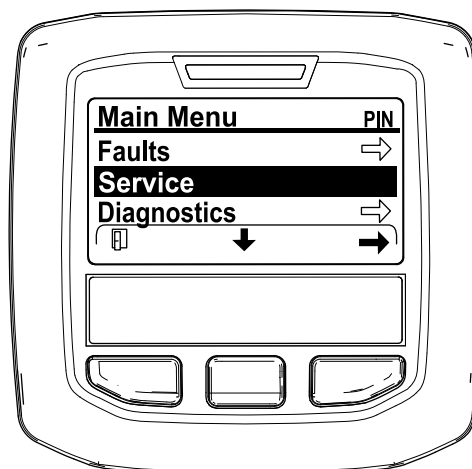

図 29
2. メインメニューMAIN MENU画面で、中央ボタンを押して整備SERVICEメニューへ移動し、右ボタンで整備SERVICEを選択する 図 29。